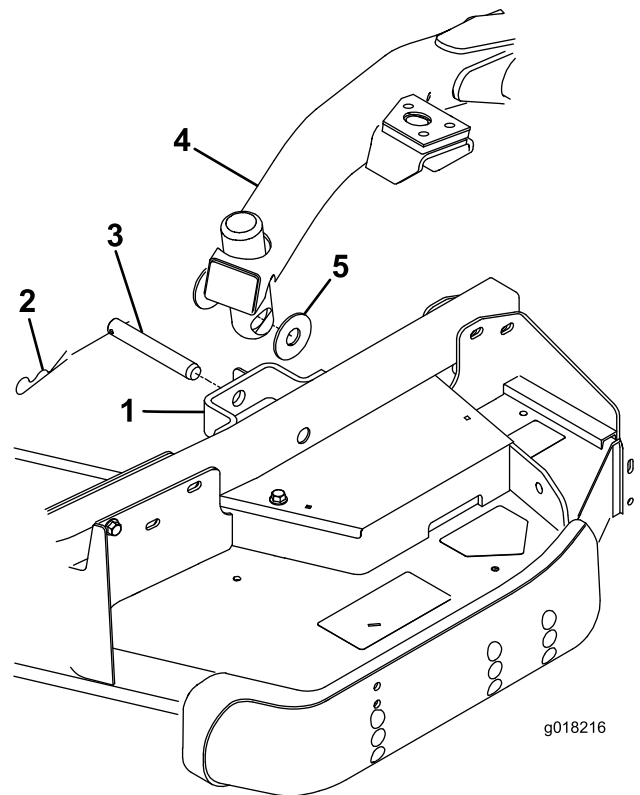

Figura 5
1. Rimuovete 2 rondelle di spinta, il perno con testa e la coppiglia da ogni staffa del braccio della ruota orientabile sull'apparato di taglio (Figura 5).
3. Premete l'interruttore di sollevamento in avanti, in posizione di FLOTTAZIONE. Spingete il braccio di sollevamento verso il basso in modo che i relativi fori siano allineati con quelli della staffa del braccio della ruota orientabile (Figura 5).
Posizionate le rondelle di spinta tra il braccio di sollevamento e la staffa del braccio della ruota orientabile (Figura 5) e inserite l'estremità della coppiglia nella scanalatura nell'aletta del braccio della ruota orientabile, per fissare la coppiglia.